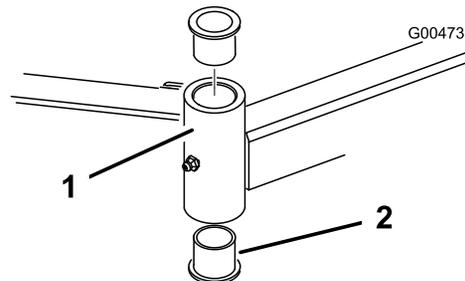

Figura 76
4. Inserite un punteruolo nella parte superiore o inferiore del tubo di fissaggio, e spingete la boccola fuori del tubo (Figura 76). Estraete dal tubo anche l'altra boccola. Pulite l'interno dei tubi di fissaggio.